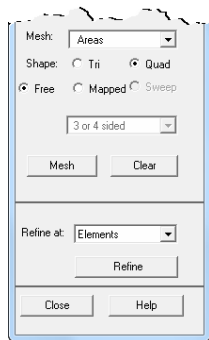
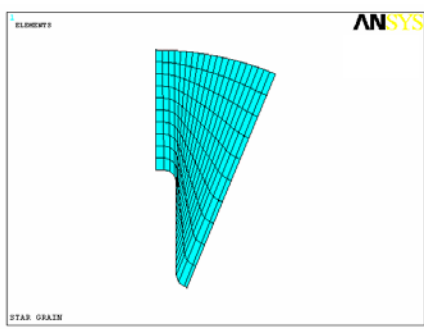

图 4-69 自由网格设置
图 4-75 面的映射分网
③ 自由网格划分面。在“MeshTool”对话框中选中“Free”，“Mesh”的对象选择“Areas”，“Shape”选择“Quad”，如图 4-69 所示。然后单击“Mesh”按钮，在屏幕
② 设置线的网格大小。可根据自由分网的操作, 依次将线 1, 4 的“Esize”设置成 10, 线 5 的“Esize”设置成 20 (注意划分的数量必须满足映射网格的要求), 这样整体将划分成 200 个网格单元。
③ 映射网格划分面。在“MeshTool”对话框中选中“Mapped”, “Mesh”的对象选择“Areas, Shape”选择“Quad”, 如图 4-69 所示。然后单击“Mesh”按钮, 在屏幕上选择面 1, 即可对面 1 进行映射网格划分, 分网后的结果如图 4-75 所示。如果觉得网格质量太疏, 可以调整整体网格尺寸大小, 以及在内表面加密网格。
此外对面映射分网之前我们还提到了“AMAP”命令, GUI 操作: Main Menu > Preprocessor > Meshing > Mesh > Areas > Mapped > By Corners, 在弹出的对话框先选择面 1, 然后分别选择 4 个顶点 (关键点 1、2、6、7), 生成的网格如图 4-75 所示。